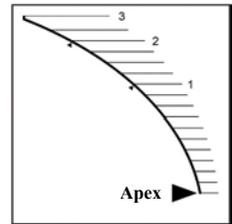

Figura 4
6.5.1 Attivate la funzione “localizzatore apicale” dell'apparecchio (vedi 6.4). Il display apparirà come mostrato in figura 4.
- Quando lo strumento (o file) inserito nel canale si trova ad una distanza dall'apice superiore o uguale a 3 mm, l'indicazione sul display non cambia (figura 4).